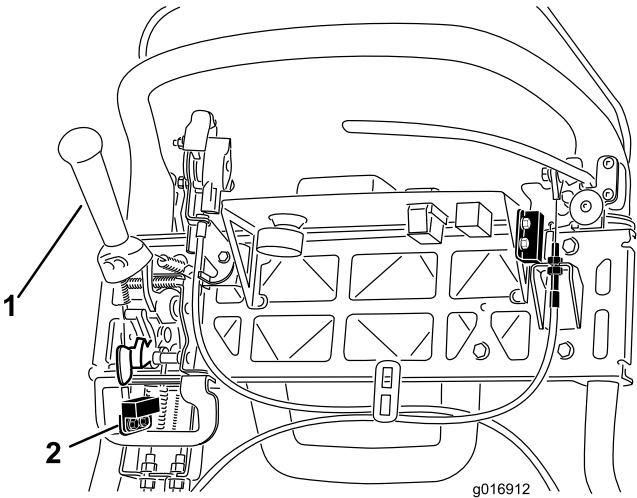

图39
- 4. 松开联锁开关紧固件(图39)。
- 5. 在牵引杆与联锁开关之间放入 1.6mm 厚的塞尺(图39)。